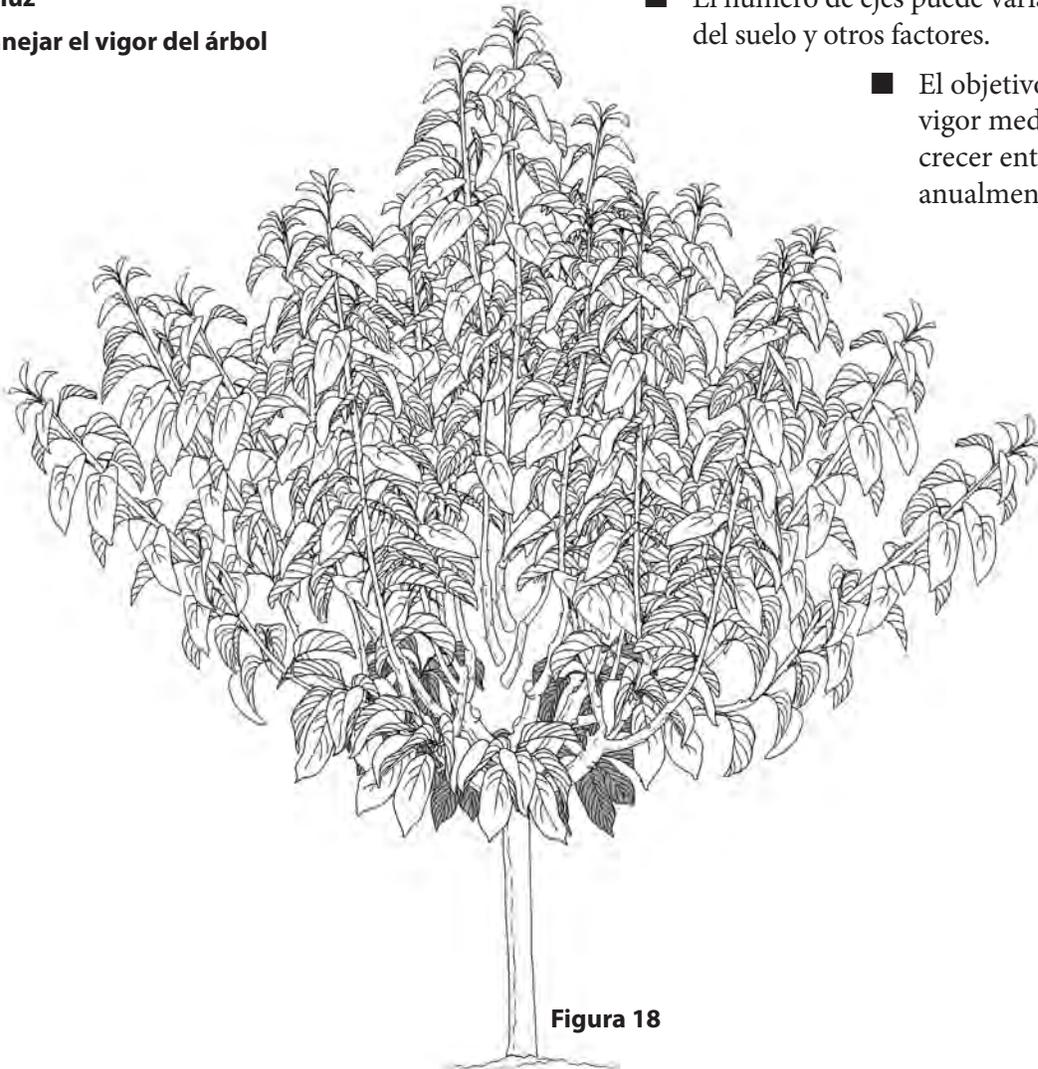

Figura 18
- La presencia de hojas amarillentas en la parte inferior de los ejes evidencia un exceso de sombra. Escoja estratégicamente entre dos y cuatro ejes en el centro del árbol y quítelos para mejorar la entrada de luz (Figura 18).